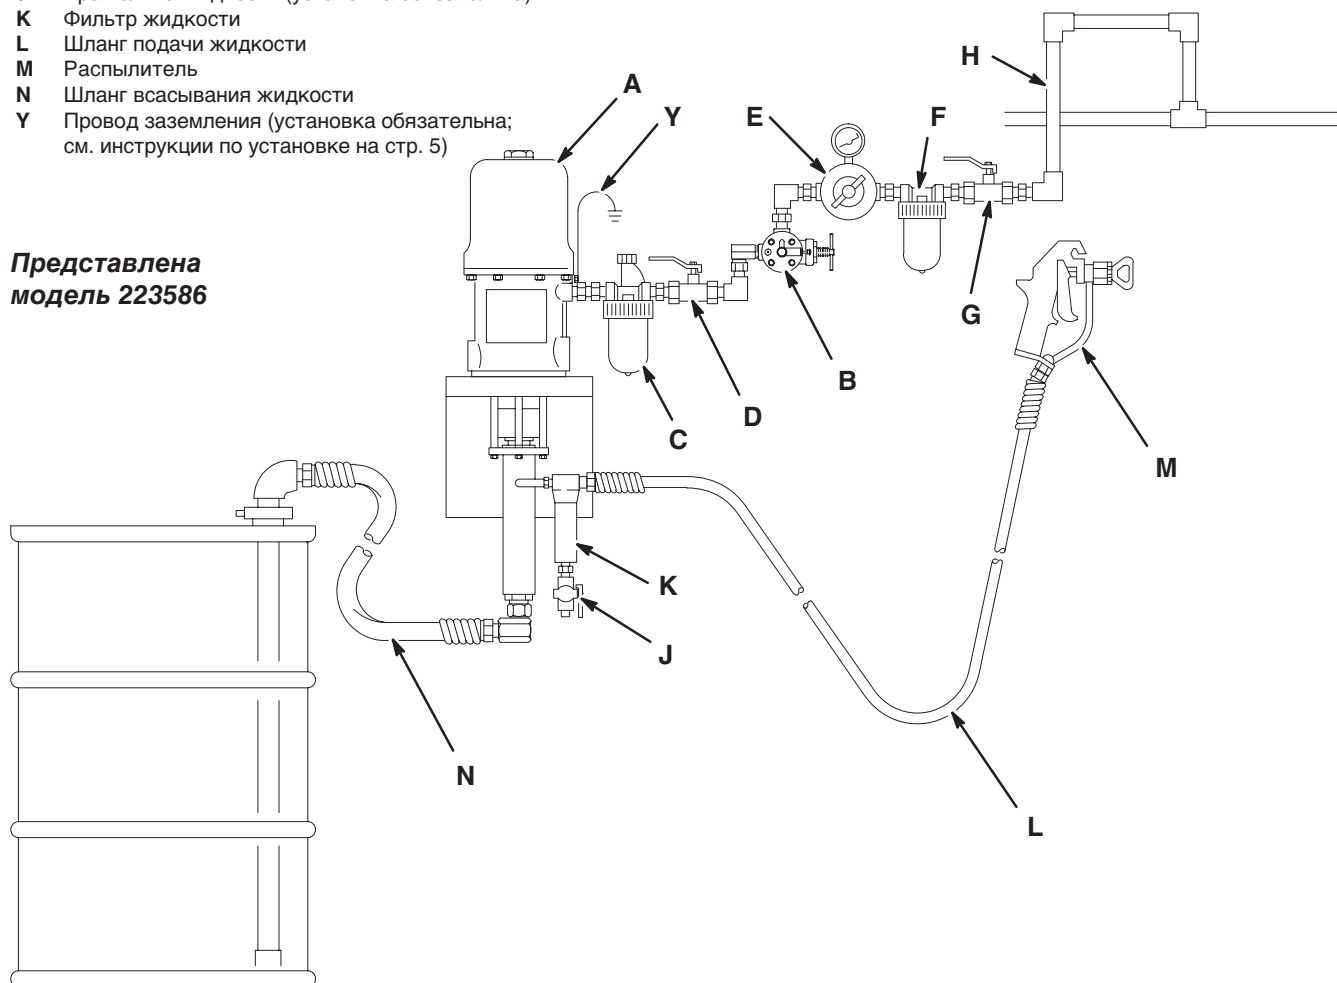

Рис. 2
На Рис. 2 приведены лишь рекомендации для выбора и установки компонентов системы и принадлежностей. Свяжитесь с дистрибьютором Graco для помощи в проектировании системы, соответствующей Вашим специфическим потребностям.
См. чертеж типичной установки (Рис. 2).
Установите следующие принадлежности в порядке, указанном на Рис. 2, при необходимости используя переходники:
Установите следующие принадлежности в точках, указанных на Рис. 2, при необходимости используя переходники:
- **Кран слива жидкости (J)** необходим в системе для сбрасывания давления жидкости в шланге и распылителе (см. **ПРЕДУПРЕЖДЕНИЕ** слева). Кран должен устанавливаться так, чтобы он был направлен вниз, при этом ручка крана в открытом положении должна быть направлена вверх.
- **Фильтр жидкости (K)** задерживает находящиеся в жидкости вредные частицы.
- **Распылитель (M)** распыляет жидкость. На Рис. 2 представлен безвоздушный распылитель.
2. Закройте главный воздушный кран стравливающего типа (D, установка в системе обязательна). См. Рис. 2.
См. Рис. 2 на стр. 7. Убедитесь, что регулятор подачи воздуха (E) и главный воздушный кран стравливающего типа (D) закрыты. **Не устанавливайте пока наконечник распылителя!**
Имеется также клапан разгона насоса (B), прекращающий подачу воздуха к насосу при его разгоне свыше заранее заданной скорости. См. Рис. 2 на стр. 7. Свяжитесь с дистрибьютором Graco для получения дополнительной информации.